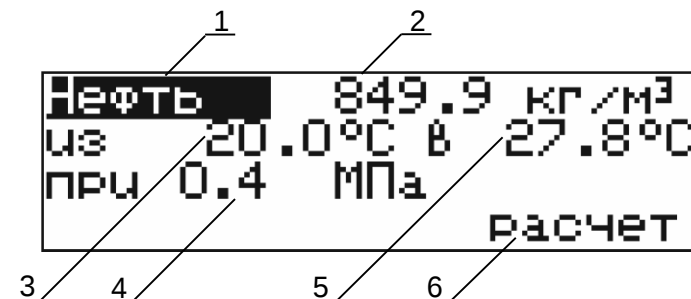

Рисунок 14 — Параметры для расчета приведенной плотности
- перемещая указатель (темный фон) в позиции 1–5 кнопками $\uparrow$, $\downarrow$ (рисунок 14), ввести параметры для расчета приведенной плотности. Для входа в редактирование параметра нажать **ENTER**. Цифровыми кнопками (рисунок 2) ввести новое значение. Неверно введенный символ можно удалить кнопкой $\uparrow$. Ввод отрицательного значения начать с нажатия кнопки $\bullet$ (точка);
- 3 - рассчитанная плотность при температуре приведения и избыточном давлении 4 (рисунок 14).